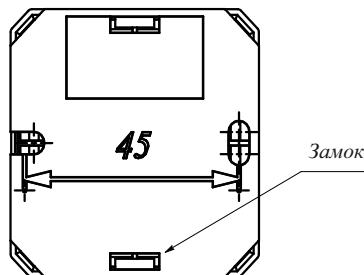

Рисунок 5
- b) смонтировать изолятор шлейфа на стену, используя отверстия в основании (рисунок 5);